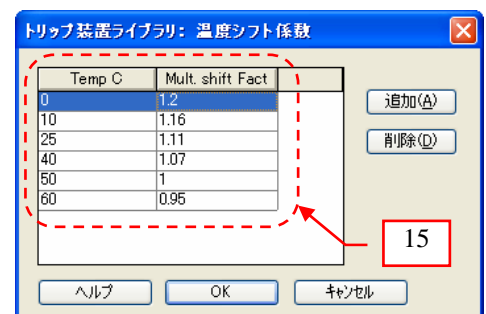

図 20
15. “トリップ装置ライブラリ: 温度シフト係数” ダイアログボックスには一般的な温度がすでに入っているのですが、必要に応じて “追加” または “削除” し、適切な数値を入力します。入力終了後 “OK” ボタンをクリックします。 図 20 参照